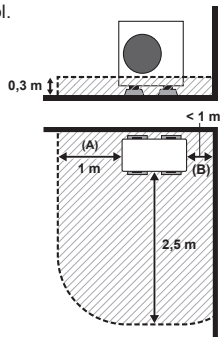

Fig. 3-4
(3) La instalarea într-un loc cu 2 suprafețe deschise (în care distanța de la o latură a unității la zid este mai mică de 1 m, de exemplu, la colțul zidului unei clădiri) (Fig. 3-4)
Când distanța dintre o latură a unității și zid este mai mică de 1 m, se aplică aceleași condiții ca cele prezentate în Fig. 3-4.